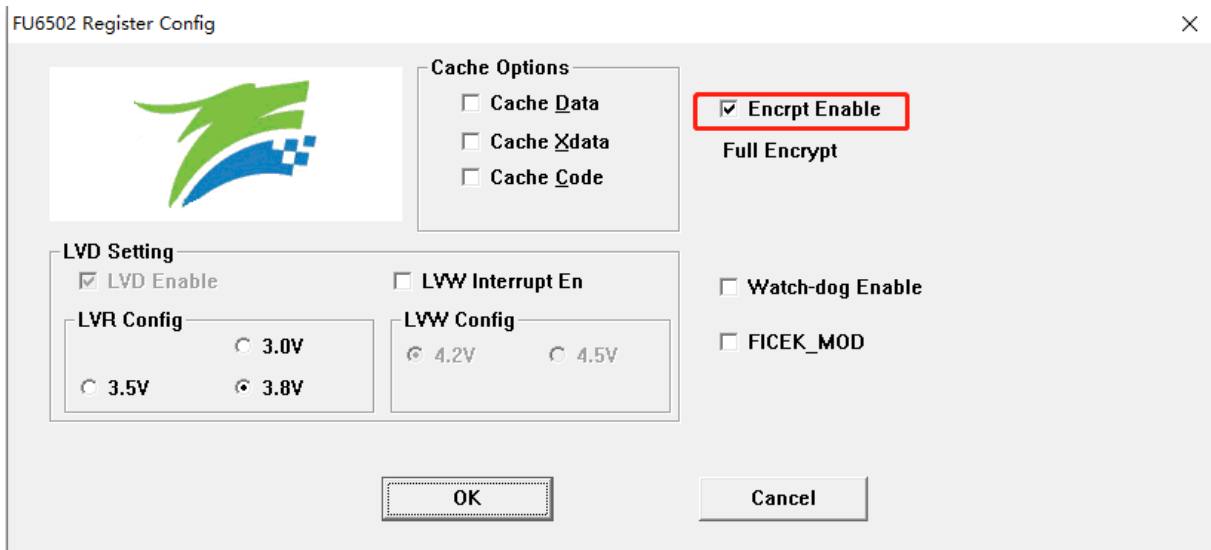

图 33-2 代码保护全保护模式
2. 按照图 33-2 所示进行选择并设置，点击 OK。然后编译工程并下载，得到 BIN 文件并烧录到 Flash 后即可达到代码保护的效果。